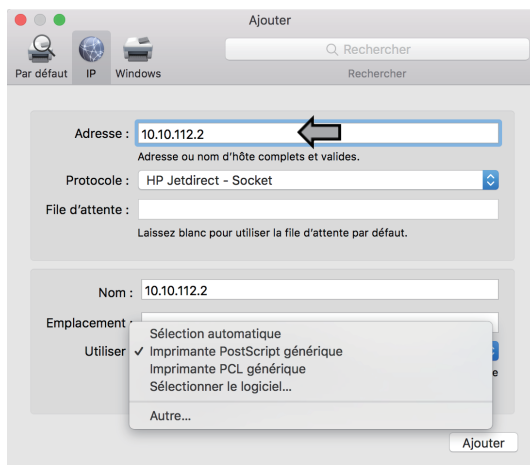

Fig.10
- ⑤ Entrez l'adresse IP de l'imprimante dans le champ Adresse, puis choisissez « Sélectionner le logiciel » dans le menu déroulant « Utiliser ». (voir la Figure 10).